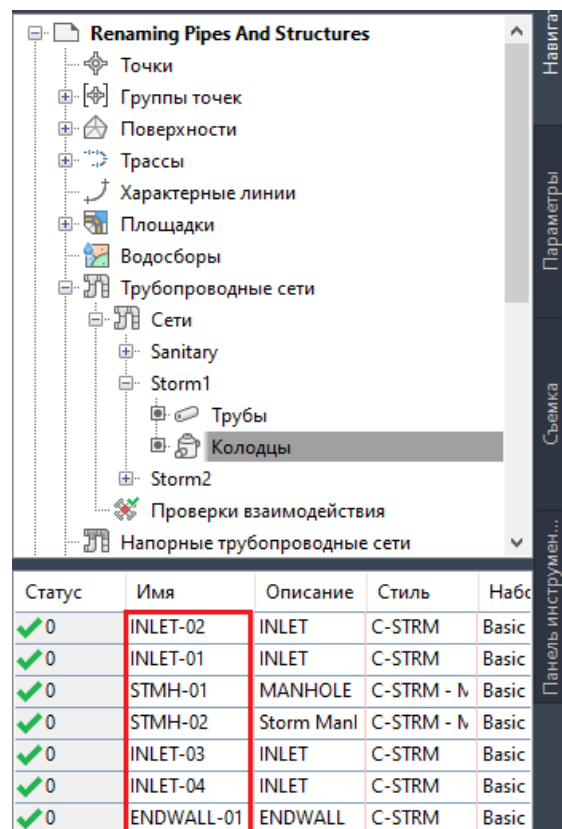

Рис. 3.10. Исправленные имена колодцев, показанные в области просмотра элемента окна **Навигатор**
25. В разделе подзаголовком *Storm1* щелкните пункт **Колодцы**. В области просмотра элементов в нижней части окна **Навигатор** значения, приведенные в столбце **Имя**, должны быть как на рис. 3.10.